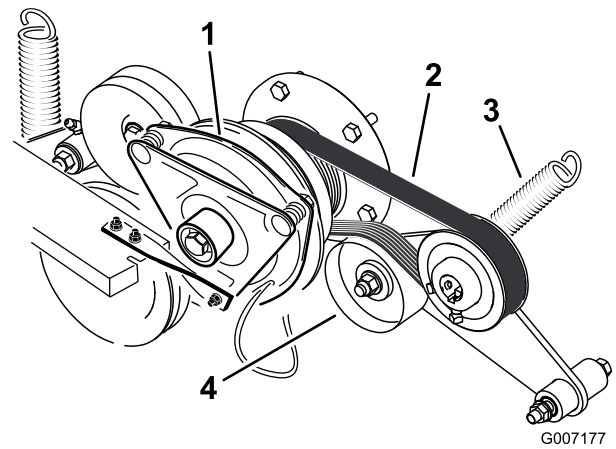

Bild 74
3. Entfernen Sie die Feder vom Spannarm (Bild 74).
4. Legen Sie einen neuen Riemen um die Motor- und Hydraulikpumpenscheiben (Bild 74).
6. Haken Sie die Feder wieder in den Spannarm ein (Bild 74).